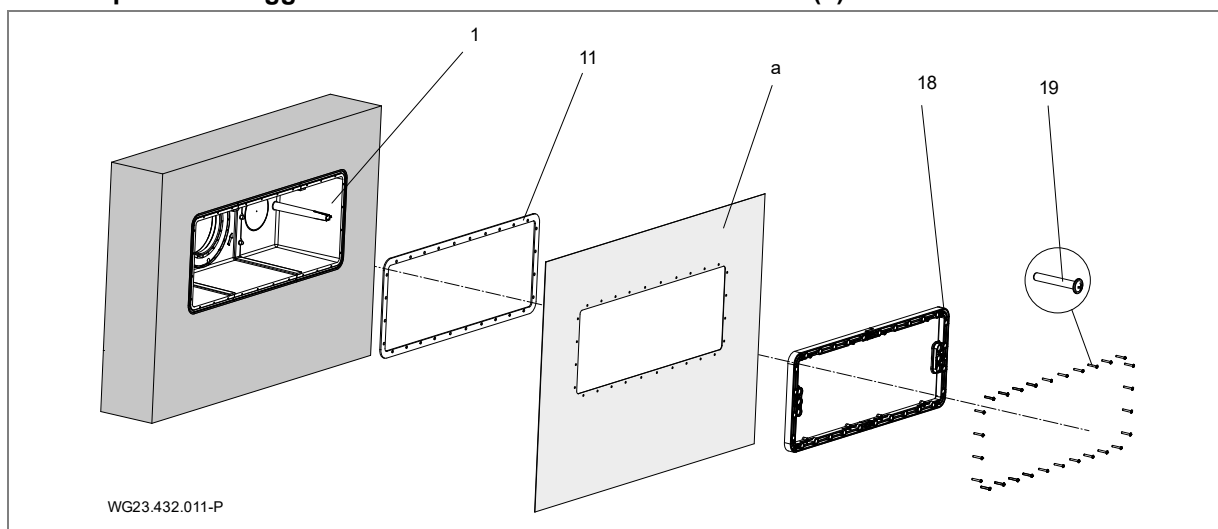

Fig. 7
Per l'impermeabilizzazione della parete in calcestruzzo, si consiglia di creare un anello circolare di resina epossidica/sabbia di quarzo sulla parete esterna dell'alloggiamento (1) sul lato della vasca. Vedere "Fig. 7" a pagina 16.